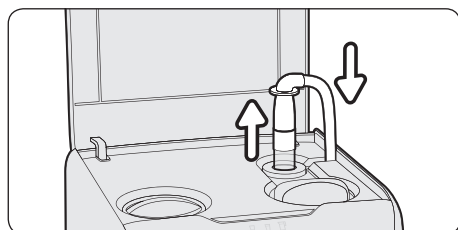

Figura 9
3. Conecte a lâmpada UV ao conector do cabo de alimentação da lâmpada (Figura 9).